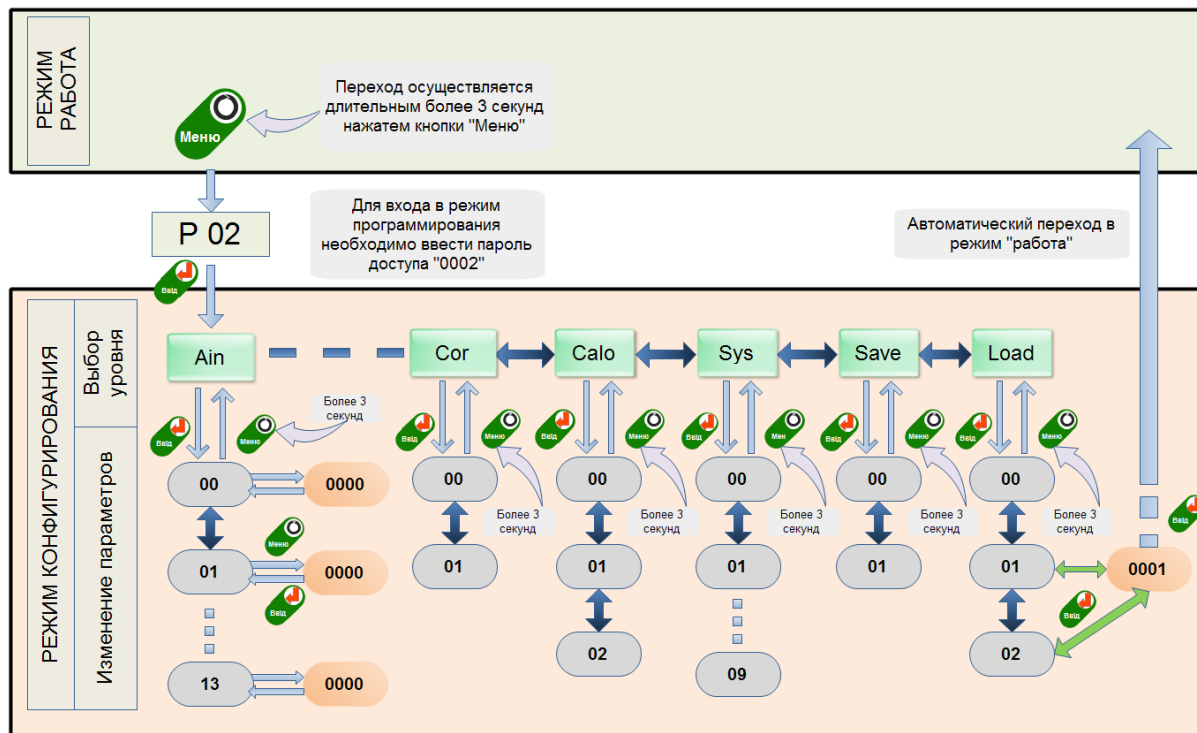

Рисунок 4.2 - Діаграма рівнів режиму конфігурації та налаштувань
- Параметри, що використовуються в індикаторі ITM-16 K7, згруповані в рівні та представлені на діаграмі – див. рисунок 4.2.
Надалі по тексту настанови йде посилання параметр у вигляді XXXX.YY (наприклад SAVE.00), де XXXX – назва РІВНЯ, а YY – номер пункту меню (див. рисунок 4.2).